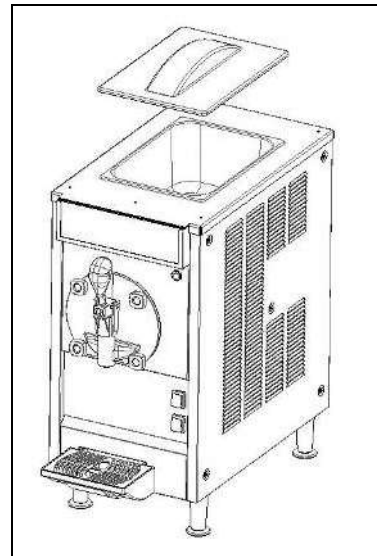

Fig. 11
- Retirer le couvercle comme indiqué en figure 11.